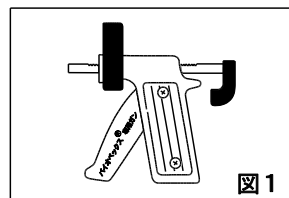

図1
② 分解手順
- b) 引き金にバイオボックス専用ガンと書かれた面を上にして、引き金が左下になるようにガンを置く。（図1）